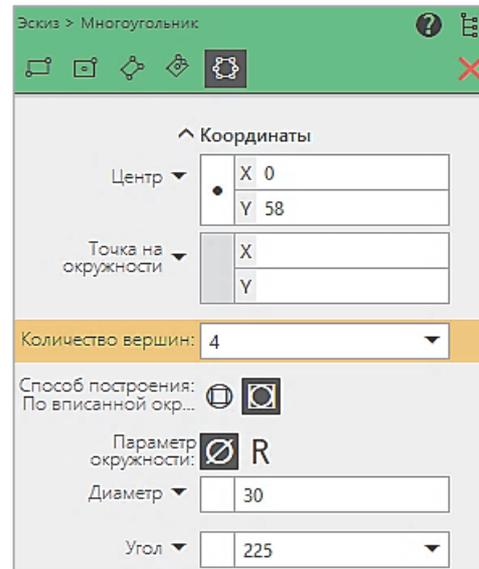

Рис. 5.19
– на **Панели параметров** указать: **Количество вершин: 4**, **Способ построения: По вписанной окружности**, **Диаметр: 30**, **Угол: 225** (рис. 5.19).